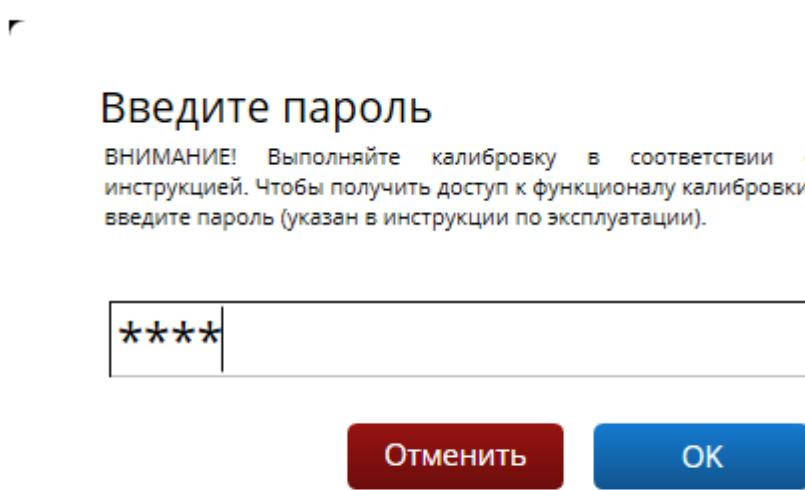

Рисунок 3 – Окно ввода пароля
- 7) Для осуществления калибровки выбранного датчика необходимо ввести пароль в окне «Введите пароль» и нажать «OK» (рис. 3).